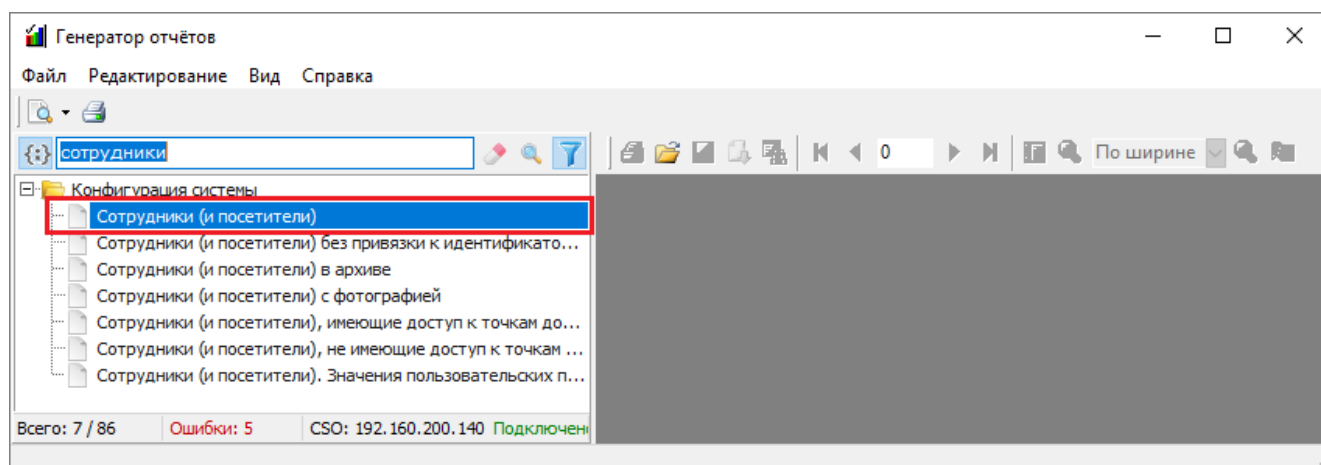

Рисунок 10-213 Выбор отчета "Сотрудники" в списке отчетов
- 1) В списке отчетов (см. п. 10.5.3.2) выберите отчет «Сотрудники (и посетители)» (см. Рисунок 10-213);